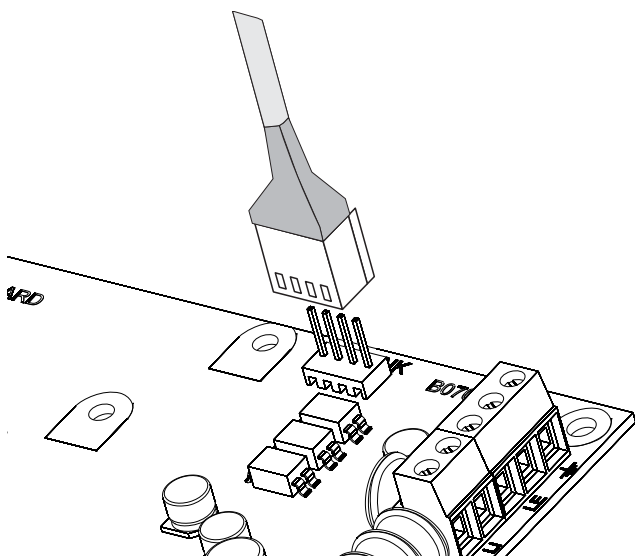

Figura 26 Collegamento PC-Link.
1. Collegare la porta seriale RS232 della Centrale (**10, PC-LINK**) ad una porta seriale RS232 libera del PC, tramite il cavo **PC-LINK** (opzionale), come mostrato in Figura 26.